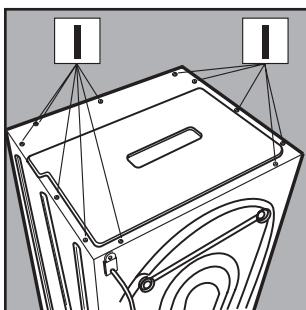

Fig. 13
- Desataraxe os parafusos I para tirar a cobertura [fig. 13].